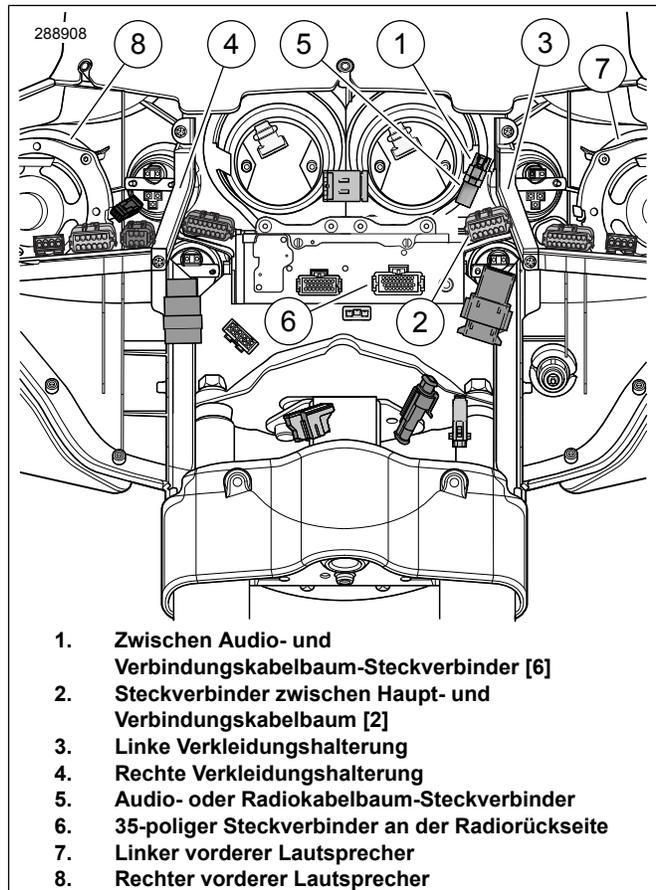

Abbildung 1. Steckverbinder an der Innenverkleidung (FL-HX, FLHT/C/U)
- Siehe Abbildung 1. Die Lage des schwarzen 6-poligen Deutsch-Steckverbinders [6] (1) zwischen Audio- und Verbindungskabelbaum notieren, bevor der graue, 12-polige Steckverbinder [2] (2) verschoben wird.
Wenn der schwarze 6-polige Deutsch-Steckverbinder als Verbindungskabelbaum [6B] (Siehe Abbildung 1., Teil 1) am Fahrzeug verwendet wird und an einen Audio-Kabelbaum (5) **angeschlossen wird**, die Steckverbinderhälften trennen und mit dem Abschnitt **Verstärkerkabelbaumverlauf und -Anschluss** fortfahren.
3. Den 35-poligen Steckverbinder (13) des Radiokabelbaums (12) an die Steckerbuchse an der Radiorückseite anschließen (siehe Abbildung 1, Teil 6). Auf ein „Klickgeräusch“ achten.
4. Den kürzeren Zweig des Radiokabelbaums (mit einem 6-poligen Pingehäuse und gelb/orangen und gelb/violetten Kabeln) in den Bereich des Buchsengehäuses [6B] (1) verlegen, aber jetzt **noch nicht** anschließen. Dieses Pingehäuse (14) wird nun als Steckverbinder [6A] bezeichnet.
1. Den sekundären Klemmkeil vom Buchsengehäuse [6B] (Siehe Abbildung 1., Teil 1) am Fahrzeug nach den Anweisungen im Werkstatthandbuch entfernen. Die Stecker aus Buchse 4 und 5 entfernen.